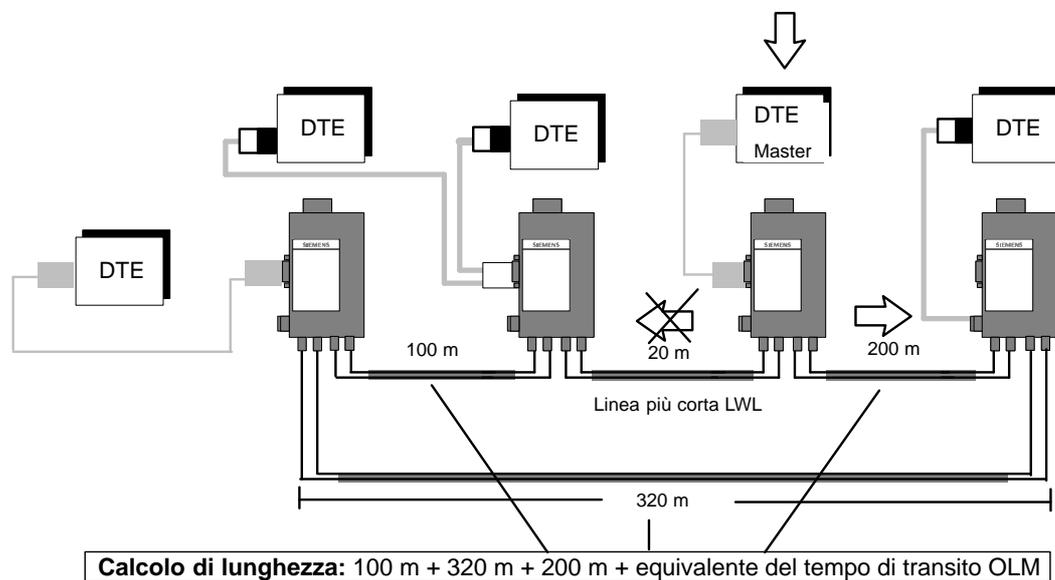

Figura 3. 3: Determinazione del percorso di comunicazione più lungo nell'anello ottico ridondante
- Se nella rete si trova un anello ottico ridondante, esso deve essere separato mentalmente in una linea ottica. A tale scopo sull'OLM, sul quale il master finisce nell'anello ridondante, viene tracciata la linea LWL più corta (vedere Figura 3. 3).